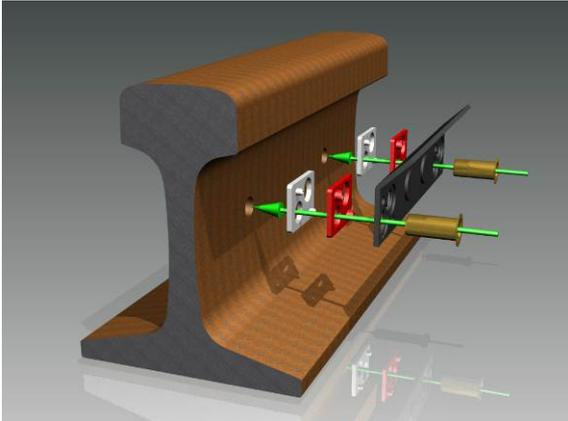

Abbildung 25: DSS-Montage Schritt 1
- Dem DSS liegen farbige Montageplatten bei. Vor Anbau des DSS müssen die dem Schienentyp und dem Verschleiß entsprechenden Montageplatten am Fuß des DSS befestigt werden (siehe Abbildung 25: DSS-Montage Schritt), um so die erforderliche Abstandshaltung und Schaltentfernung beim späteren Abgleich zu erreichen.